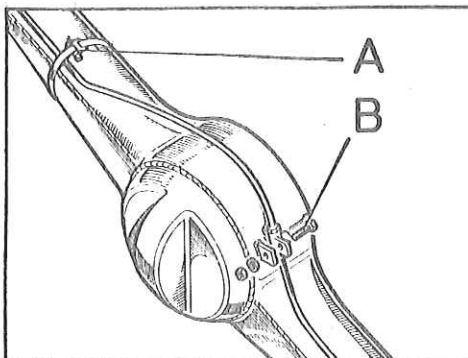

Fig. E -57 Abrazaderas para la tubería del freno en el eje trasero.
1.04. Retirar la abrazadera, A (Fig. E -57), que fija la tubería del freno al cárter del eje trasero y el perno de sujeción de la abrazadera en T del soporte situado en la parte superior del carter y se retirará el conjunto de la tubería del freno trasero.